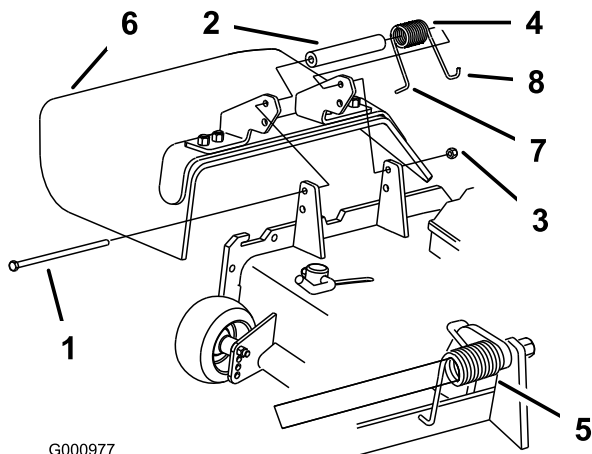

Figure 89
1. Retirez le contre-écrou, le boulon, le ressort et l'entretoise qui fixent le déflecteur aux supports de pivot (Figure 89). Déposez le déflecteur d'herbe s'il est endommagé ou usé.
Remarque: Prenez soin de placer l'extrémité en L du ressort derrière le bord du plateau avant de mettre le boulon en place, comme montré à la Figure 89.
- Remettez le boulon et l'écrou en place. Accrochez l'extrémité en J du ressort au déflecteur d'herbe (Figure 89).